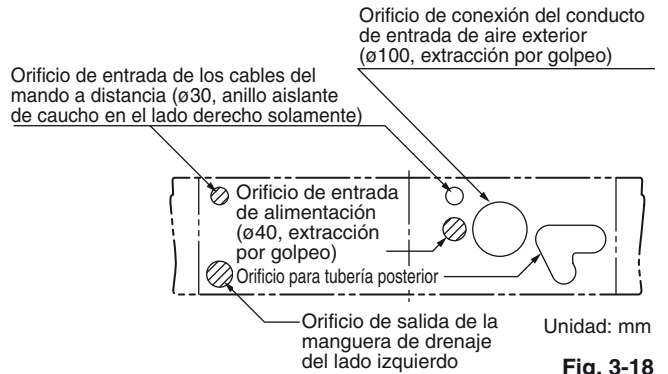
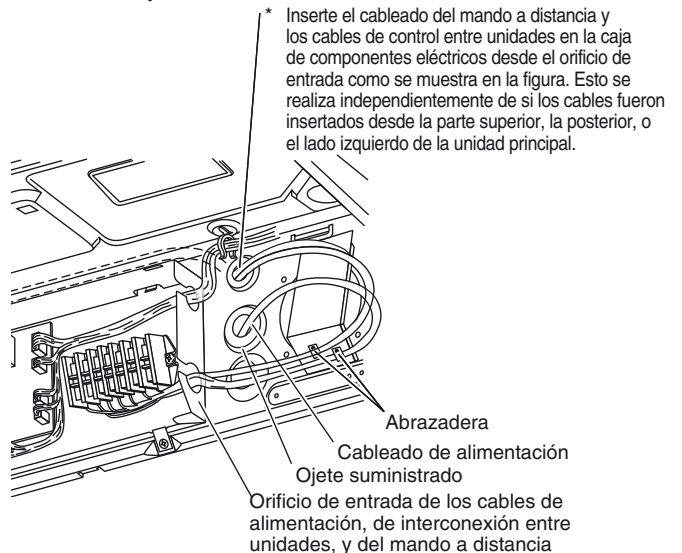

Fig. 3-18
Fig. 3-23
En la parte posterior derecha del panel superior de la unidad interior existe un orificio (de extracción por golpeo) de conexión de conducto para aspirar aire fresco. Si es necesario aspirar aire fresco, retire la cubierta abriendo el orificio y conectando el conducto a la unidad interior a través del orificio de conexión. (Fig. 3-18)
- \* Cuando enrute la tubería a través de los lados superior o derecho, extraiga las partes apropiadas del panel superior y corte muescas en el panel lateral (Fig. 3-18).
Los orificios de entrada de los cables del mando a distancia se encuentran en la parte superior y en la posterior (para utilizarse con el mando a distancia con cables). Para más información, consulte la Fig. 3-18. Si desea conocer el método utilizado para insertar el cableado, consulte la Fig. 3-23.
Conecte el ojete suministrado al orificio de entrada del cableado de alimentación con material adhesivo (se adquiere por separado). (Consulte la Fig. 3-23)